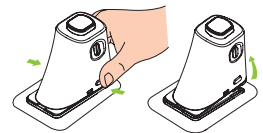

Abbildung 54
5. Lösen Sie den Inserter von der Pumpenbasis, indem Sie den Knopf unten am Inserter drücken, wie in Abbildung 54 gezeigt. Wenn die Einführnadel oder der Nadelansatz an der Kanüle verbleibt, entfernen Sie sie vorsichtig von der Infusionsstelle. Setzen Sie die Schutzhülle wieder auf die Kanüleneinheit.